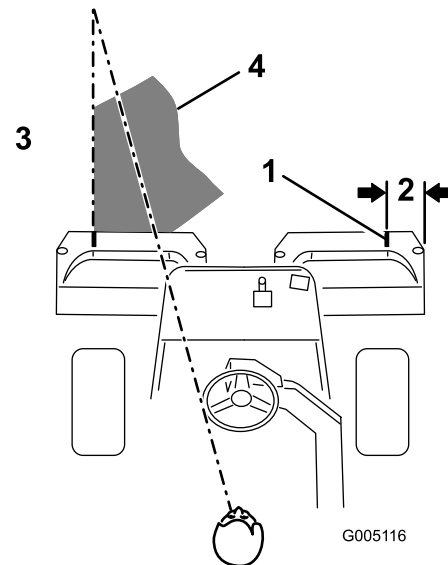

Figure 27
**Remarque:** Pour vous aider à traverser le green en ligne droite et à maintenir la machine à égale distance du bord de la passe précédente, imaginez une ligne de vision imaginaire à environ 1,8 à 3 m en avant de la machine jusqu'au bord de la partie non coupée du green (Figure 27). Faites passer la ligne de vision par le bord extérieur du volant, c.-à-d. de maintenir le bord du volant aligné sur un point se trouvant toujours à la même distance par rapport à l'avant de la machine.